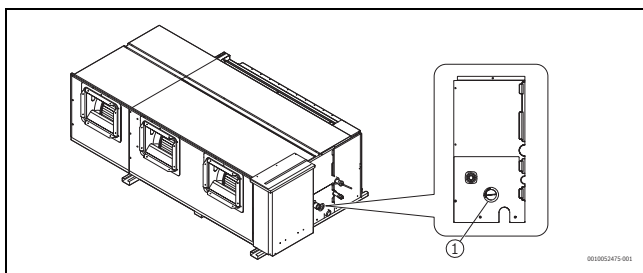

fig. 27
- ▶ Hapni kapakun e ujit të provës (→ Fig. 27) në trupin e pajisjes duhet të zhvendoset gjatë provës së shkarkimit për të kontrolluar nëse pompa e shkarkimit është e ndezur dhe nëse ka ndonjë problem me pompën e shkarkimit.